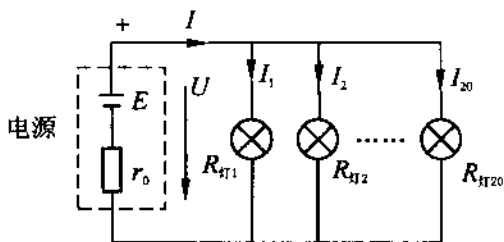

图 5
13. 客运列车在停站时, 由列车上的蓄电池给列车照明灯供电。已知蓄电池的电动势为 48 V, 照明灯为 20 盏 48 V 40 W 的白炽灯, 蓄电池的内阻为  $r_0=0.12 \Omega$ , 如图 5 所示。求蓄电池的输出电流和电压, 以及总照明负载实际消耗的功率。